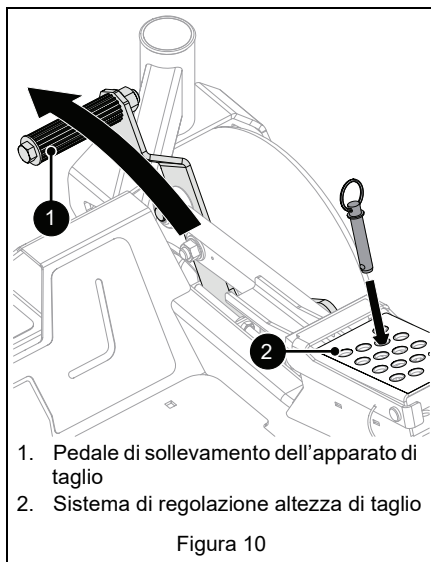

Figura 10
5. Regolare l'altezza di taglio. Vedere Figura 10.